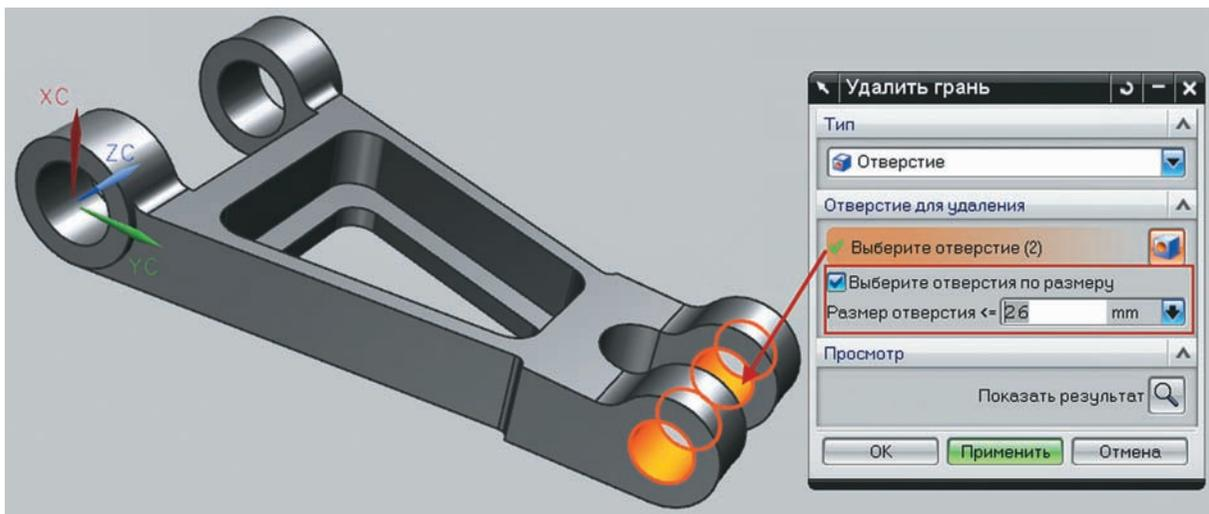

Рисунок 6.11. Удаление отверстий по размеру диаметра
- В выпадающем списке **Тип (Type)** диалога команды удаления граней выберите значение **Отверстие (Hole)**. В этом режиме команда удаления будет действовать только на цилиндрические замкнутые грани. Вы можете вручную выбрать грани отверстий для удаления или отфильтровать по размеру. В первом случае достаточно выбрать рамкой всё тело, и будут выбраны только отверстия (рис. 6.11).